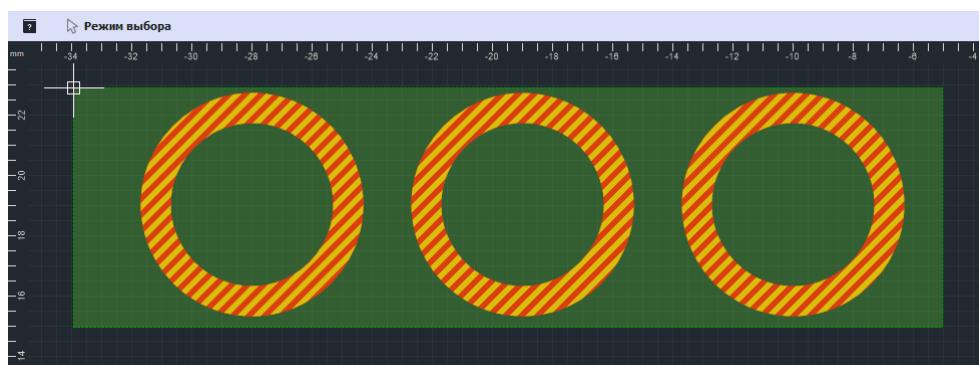

Рис. 215 Групповой выбор объектов областью с помощью инструмента «Выбрать»
- С помощью инструмента «Выбрать», удерживая левую кнопку мыши, расположите прямоугольную область выделения, поместив в нее объекты, которые необходимо выбрать, см. Рис. 215.